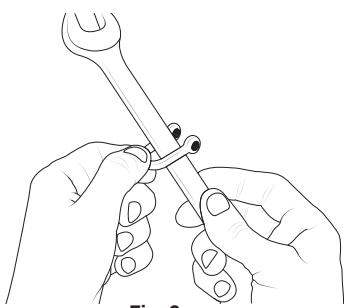

Fig. 2
3. Slide the U-shackle through a closed connection or around the tool's shaft [fig. 2].
3. Deslice el grillete tipo U por una conexión cerrada o alrededor del eje de la herramienta [fig. 2].